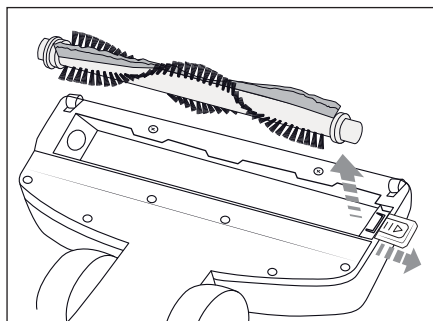

Bild 7
- 2) Skjut ut spärren och ta ut rullborsten **15** ur golvmunstycket (bild 7).